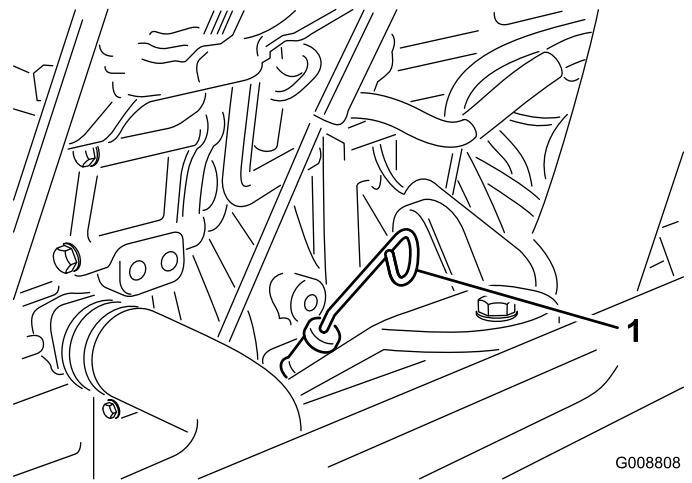

Figura 8
3. Retire la varilla, límpiela, vuelva a colocarla en el tubo y retírela de nuevo. El nivel de aceite debe llegar a la marca Lleno (Figura 8).